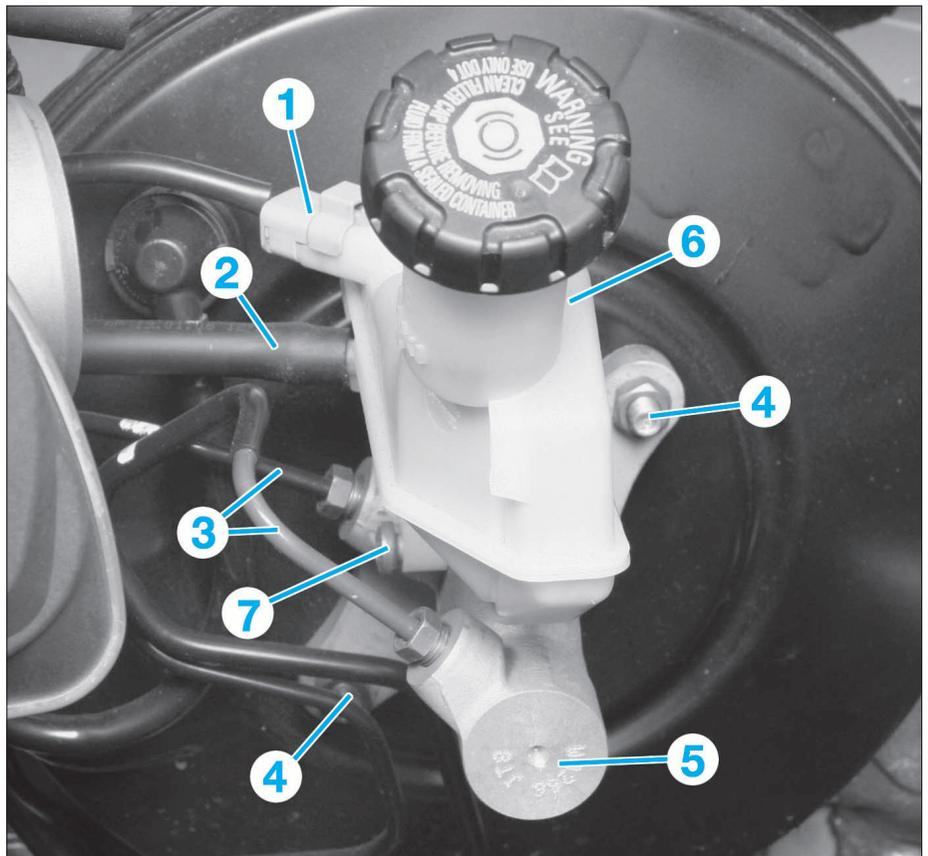

FIG. 22
- Débrancher le connecteur électrique (1) du réservoir de compensation de liquide de frein (Fig.22).